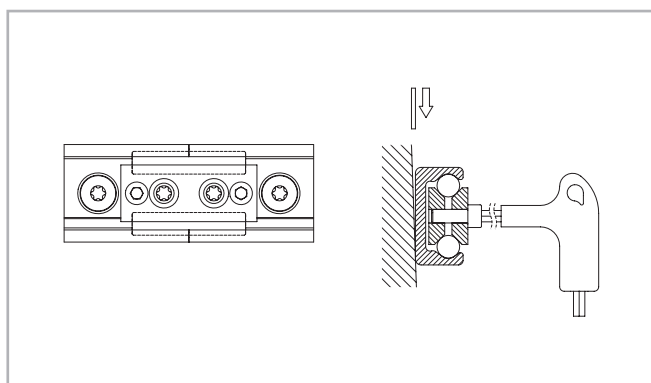

图 174
- (3) 在滑轨上使用矫直设备, 直到滑轨被校正, 一起拧紧螺栓 (见图174)。
- (4) 在步骤3的前, 必须确认滑轨的安装面也就是滑轨和安装面接触的地方是否有空隙, 如果有空隙请把它塞紧。